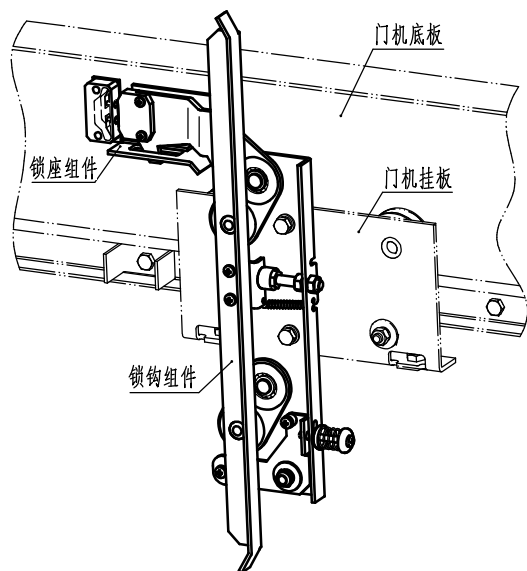
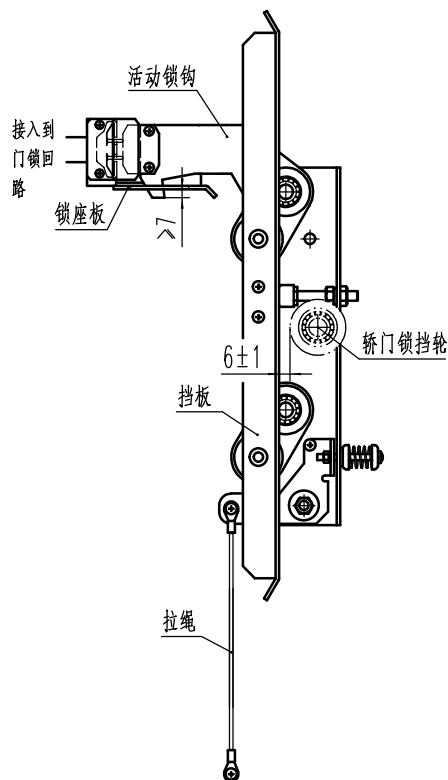
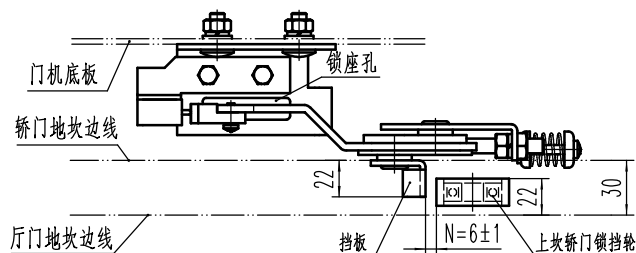

图1：PB507轿门锁装配图
图2：PB507轿门锁主视图
图3：PB507轿门锁俯视图
1. 如左图1所示，PB507轿门锁由锁钩组件与锁座组件组成。其中锁钩组件固定在门机挂板上；锁座组件固定在门机底板上。
适用原理：门机关门到位时，厅门门锁滚轮与异步门刀右刀片间距 $M=10\text{mm}$ 。门机开门时，轿门先开门 10mm ，带动门刀右刀片与厅门门锁滚轮接触，门机轿门继续开门 7mm ，门刀打开厅门门锁并夹紧，然后带动厅门开门。所以轿门比厅门提前开门 17mm 。（见第2页图1、图3）
3. 轿门锁安装要求：如左图2所示，在关门到位情况下，锁钩组件上的活动锁钩落入锁座组件上的锁座孔内，且啮合长度 $\geq 7\text{mm}$ ；厅门上坎挂板上的轿门锁挡轮与锁钩组件上的挡板间隙 $N=6\pm 1\text{mm}$ 。如左图3所示，挡板伸出轿门地坎边线 22mm ；挡轮伸出厅门地坎边线 22mm 。同时电气验证开关闭合。